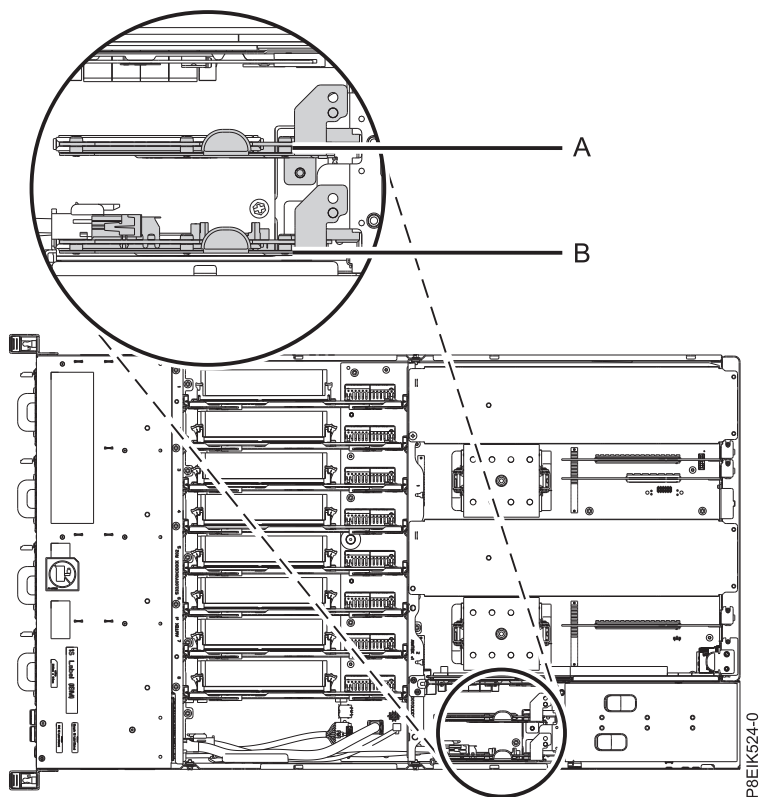

Figura 98. Ubicación de las tarjetas de expansión de alimentación
3. Localice las tarjetas de expansión de alimentación. En la Figura 98 en la página 86 se muestra la ubicación de las tarjetas de expansión de alimentación en el sistema 8335-GTB. La tarjeta de expansión de alimentación **(B)** contiene la batería de hora del día y el conector del cable de alimentación del ventilador.